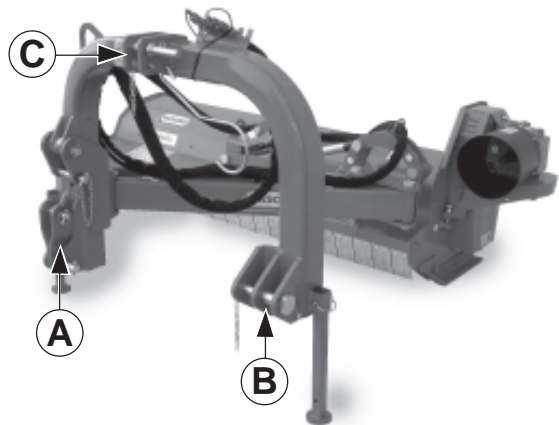

Fig. 8
Le piastre (A-B-C Fig. 8) vanno montate sempre e solo come illustrato in Fig. 8 con i fori posizionati anteriormente al tubo quadro.
The plates (A-B-C Fig. 8) are always mounted only as illustrated in Fig. 8, with the holes positioned in front of the square tube.
Les plaques (A-B-C Fig. 8) ne doivent être montées que comme illustré sur la Fig. 8 avec les trous positionnés à l'avant du tube carré.
Die in Abb. 8 mit A-B-C angeführten Platten haben stets wie in dieser Abbildung 8 aufgezeigt montiert zu werden - d.h. die Lochungen werden vor das Flachrohr gesetzt.
Las placas (A-B-C Fig. 8) tienen que instalarse siempre y sólo como ilustrado en la Fig. 8, con los agujeros colocados adelante del tubo cuadrado.
- 1 - Accostare le barre del sollevatore ponendole all'interno delle piastre (A-B-C Fig. 8), inserire il perno nel foro predisposto e bloccare con le copiglie a scatto.
- 4 - Collegare il terzo punto superiore (C Fig.8) ed effettuare una corretta regolazione con il tirante, verificando che il piano superiore della macchina risulti parallelo al piano terra.
- 1 - Near the lift bars, setting them in the most suitable plates (A-B-C Fig. 8). Insert the pin into the relative hole and lock in place with the snap-in split pins.
- 4 - Connect the upper third-point (C Fig. 8) and correctly regulate by means of the adjuster, checking that the upper surface of the machine is parallel to the ground.
- 1- Approchez les barres du relevage en les plaçant à l'intérieur des plaques les plus appropriées (A-B-C Fig. 8), introduisez l'axe dans le trou correspondant et bloquez par les goupilles à encastrement.
- 4 - Reliez le troisième point supérieur (C Fig. 8) et réglez correctement à l'aide du tirant.
- 1- Die Lenker des Krafthebers annähern und in die am besten geeigneten Platten schieben (A-B-C Abb. 8). Den Bolzen in das Loch stecken und mit dem einrastenden Splint blockieren.
- 1 - Acercar las barras del elevador poniéndolas dentro de las placas más indicadas (A-B-C Fig. 8), introducir el perno en el orificio y bloquear con los pasadores de resorte.
- 4 - Conectar el tercer punto superior (C Fig. 8) y efectuar una correcta regulación con el tirante de regulación controlando que el plano superior de la máquina resulte paralelo al plano al nivel del suelo.